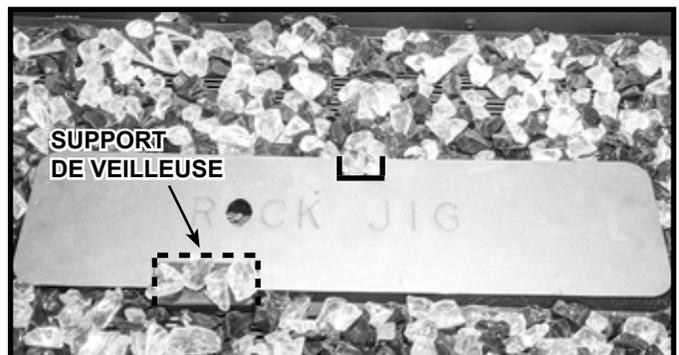

Figure 11.6 Placez le support à pierre
- Placez le support à pierre sur l'élément d'apparence en verre avec le texte gravé « SUPPORT À PIERRE/ROCK JIG » orienté vers le haut. Assurez-vous que le support à pierre est bien ajusté contre le support de veilleuse. Voir la figure 11.6.